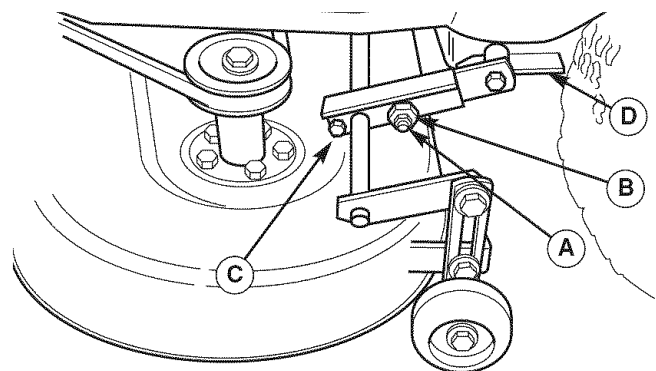

Figura 35. Ajuste de un Lado a Otro
6. Vea la Figura 35. Afloje la tuerca exterior (A) y tornillo "taptite" (C), luego gire la tuerca excéntrica (B) para subir o bajar el lado izquierdo de la cubierta. Cuando la cubierta de la podadora esté nivelada, sostenga la tuerca excéntrica mientras apriete la tuerca exterior. Apriete el tornillo "taptite" (C).